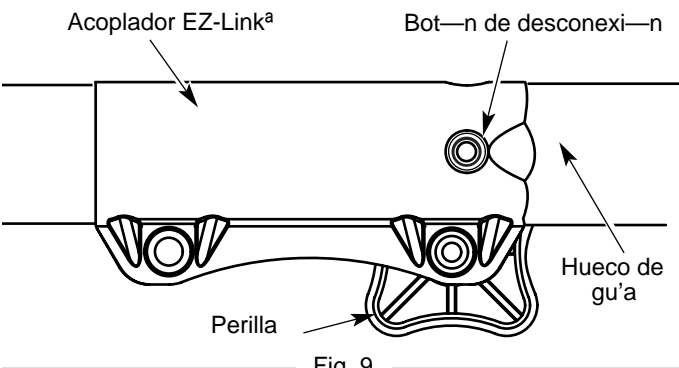

Fig. 9
1. Gire la perilla en sentido antihorario para aflojarla (Fig. 9).
2. Opima y sostenga el botón de desconexión (Fig. 9).
NOTA: La alineación del botón de desconexión con el hueco de guía facilita la instalación (Fig. 9).